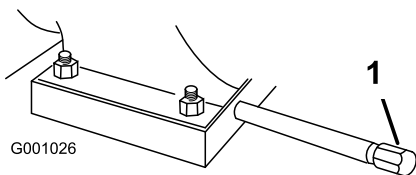

Рисунок 40
- Очистите поверхность вокруг пробки для слива масла (Рисунок 40).